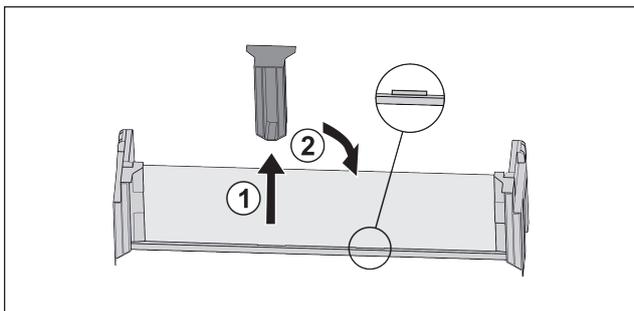

Fig. 98
- Extraire la pièce de retenue centrale Fig. 98 (1).
- Insérer la pièce de retenue centrale en deuxième position Fig. 98 (2).